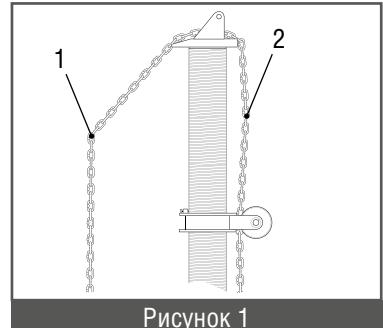

Рисунок 1
- Натяните цепь под углом 45° (1), ослабьте цепь в подъемной части (2) силового устройства и выберите требуемую длину (рисунок 1).